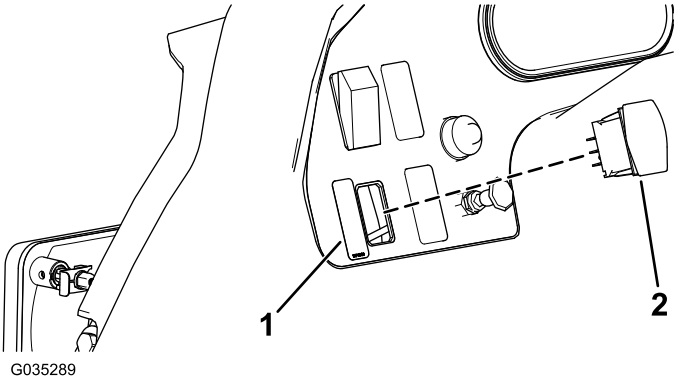

Figura 8
2. Insira o interruptor oscilador na abertura e aplique o autocolante da luz de trabalho à esquerda do interruptor oscilador (Figura 8).